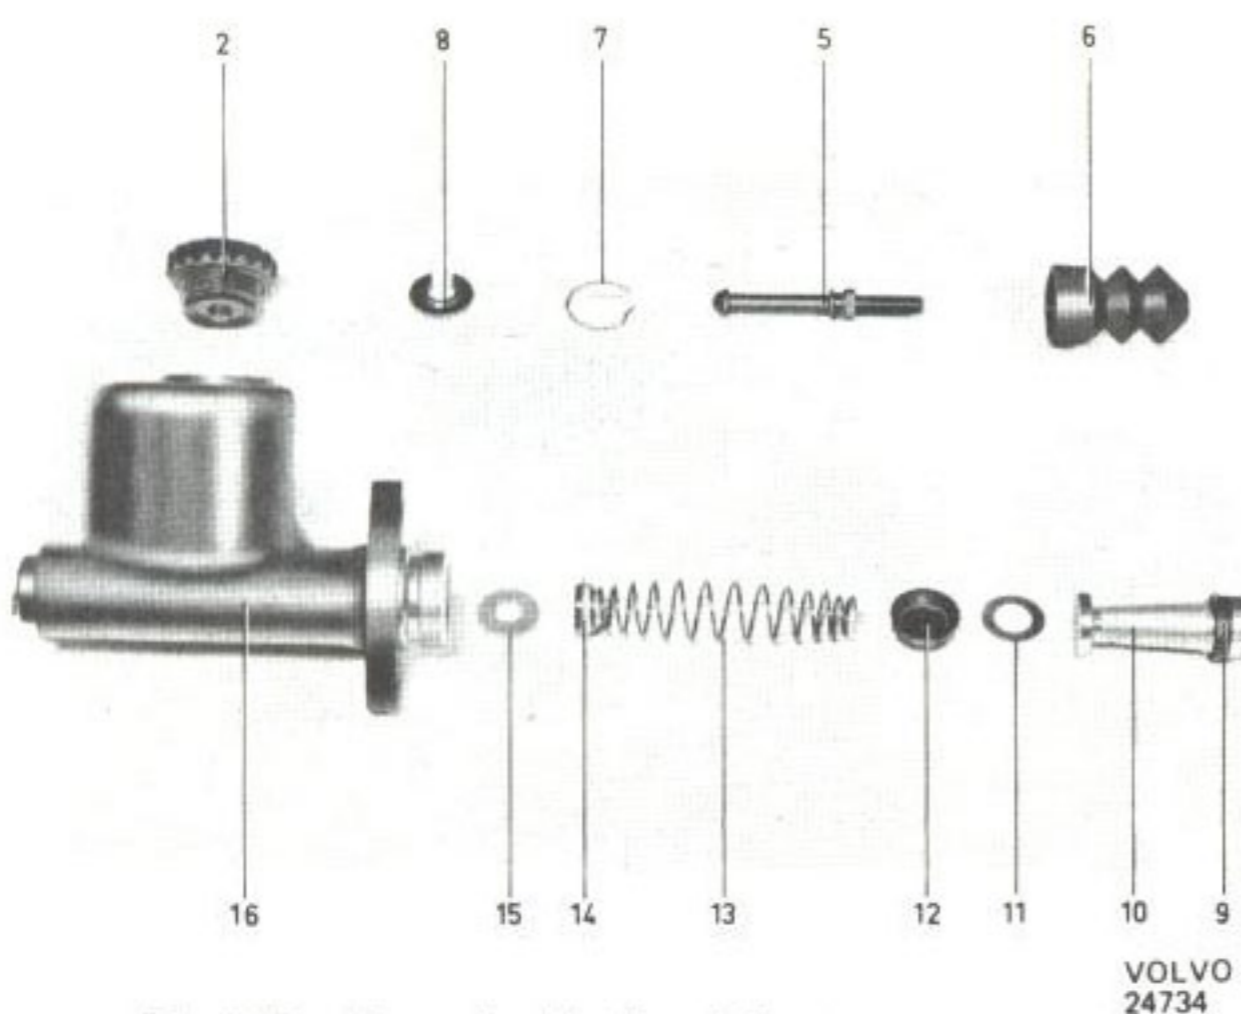

Bild 48. Huvudcyllinder, 1-krets
2. Kräng tillbaka gummikåpan (6) och demontera låsring (7), bricka (8) och tryckstång (5). Skaka ur samtliga detaljer från cyllindern, se bild 48.
1. Montera brickan (15 bild 48) i botten på cyllindern.
2. Placera packningen (12) på fjäderns styrning. Doppa packningen i bromsvätska och montera den tillsammans med fjäder och ventil. Lägg i brickan (11) i cyllindern.